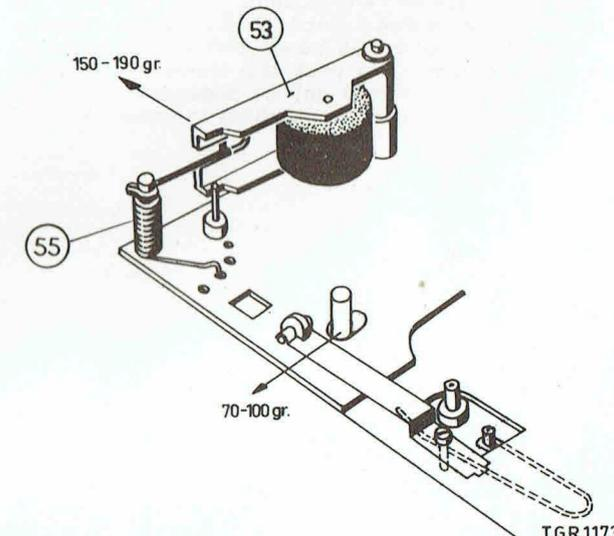

Fig. 3
- 2) A l'aide d'un dynamomètre, mesurer la traction nécessaire pour dégager le galet presseur du cabestan. Cette force doit être située entre 150 et 190 g. Le réglage peut être ajusté en déplaçant l'extrémité du ressort 55 dans les ouvertures prévues à cet effet (fig. 3).
- 2) La pression du galet d'entraînement exercée contre le plateau de bobine droit doit se situer entre 100 et 70 g (fig. 3). Cette pression peut être réglée en cambrant légèrement le ressort à fil situé au-dessous du levier du galet d'entraînement.